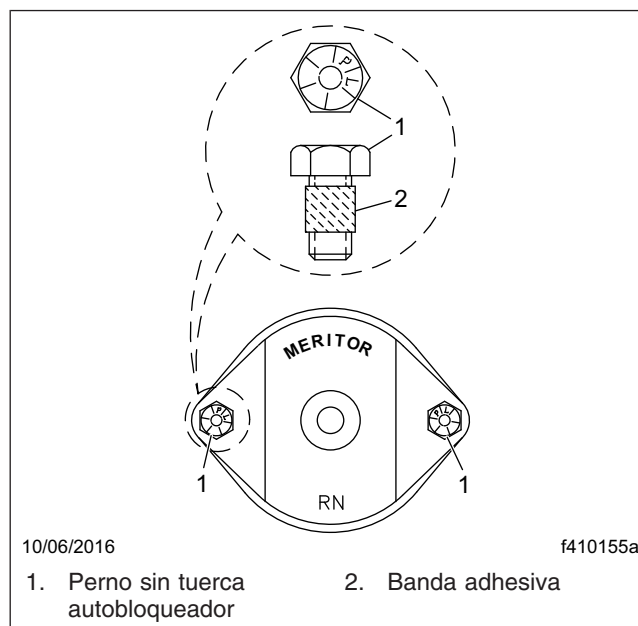

Figura 1, Sujetadores para las tapas de cruceta de la junta universal Arvin Meritor
2. Para juntas universales con tapas de rodamiento, apriete los pernos de las tapas de rodamiento a 43 lbf·ft (49 N·m). Vea la Figura 1.